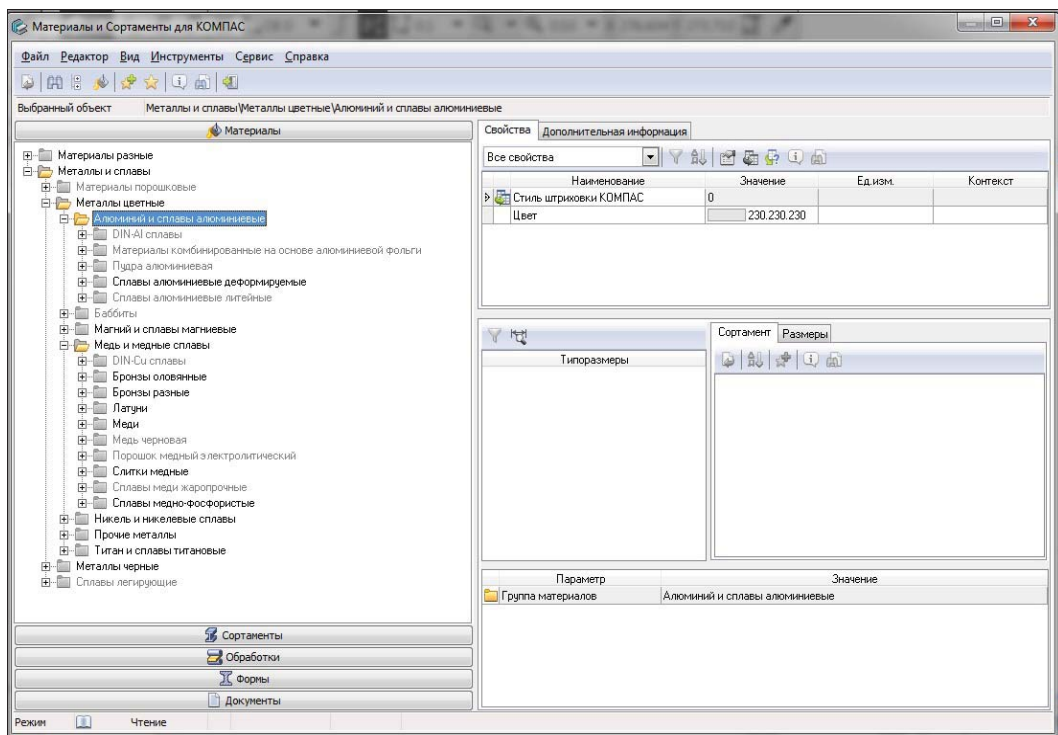

Рис. 14.18. Диалоговое окно **Материалы и Сортаменты для КОМПАС**
- ◆ поэтому нажмите кнопку **Добавить объект из справочника**  и ждите, пока на экране появится диалоговое окно **Материалы и Сортаменты для КОМПАС** (рис. 14.18).